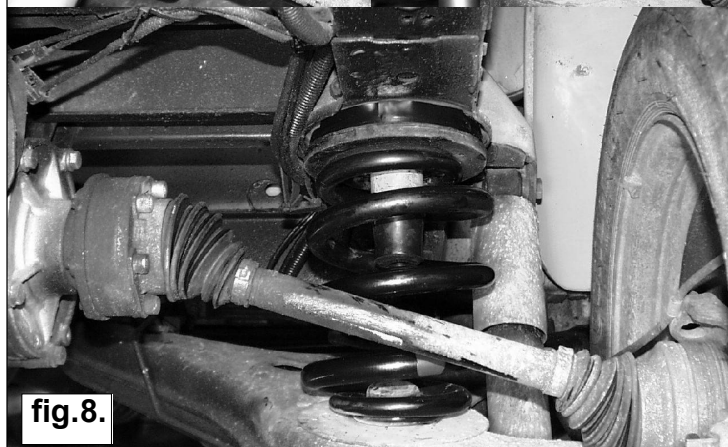

fig.8.
8. Monteer de originele buffer samen met het MAD-buffer. (Zie fig. 8.)